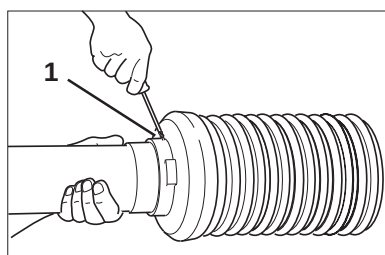

Fig. 5.3
- Skru ut låseskruen (Fig. 5.3/1).